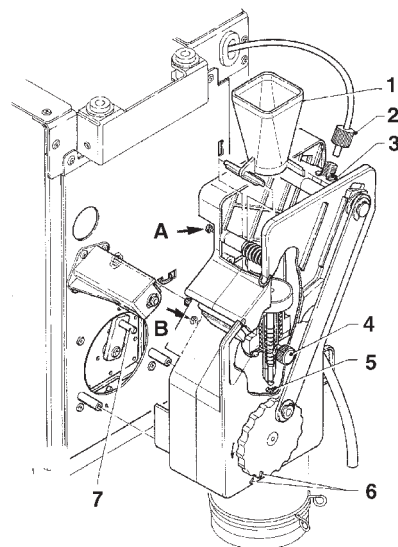

Fig. 14
- scollegare dal pistone superiore il tubo in teflon di collegamento con la caldaia, facendo attenzione a non perdere la guarnizione (vedi fig. 14);
- Allentare le viti A e B quanto basta per liberare l'imbutto caffè (vedi fig. 14);